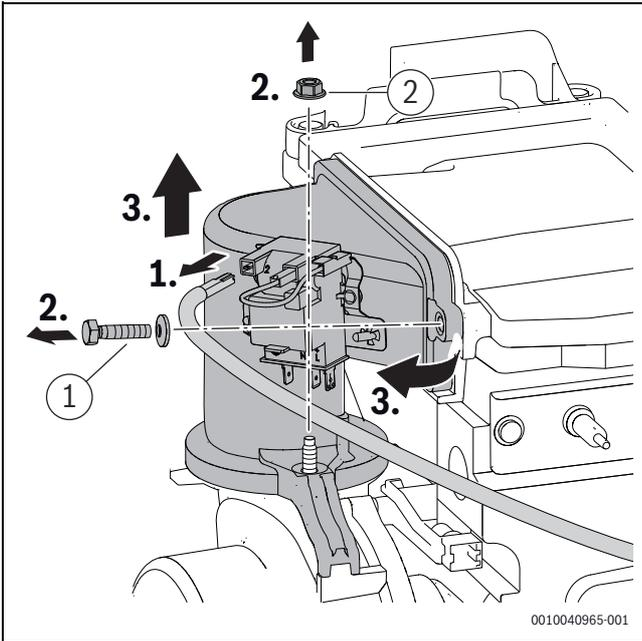

Bild 55 Mischeinrichtung ausbauen
- ▶ Schraube und Mutter ([1] und [2], Bild 55) an der Mischeinrichtung mit 5,5+0,5 Nm festziehen.